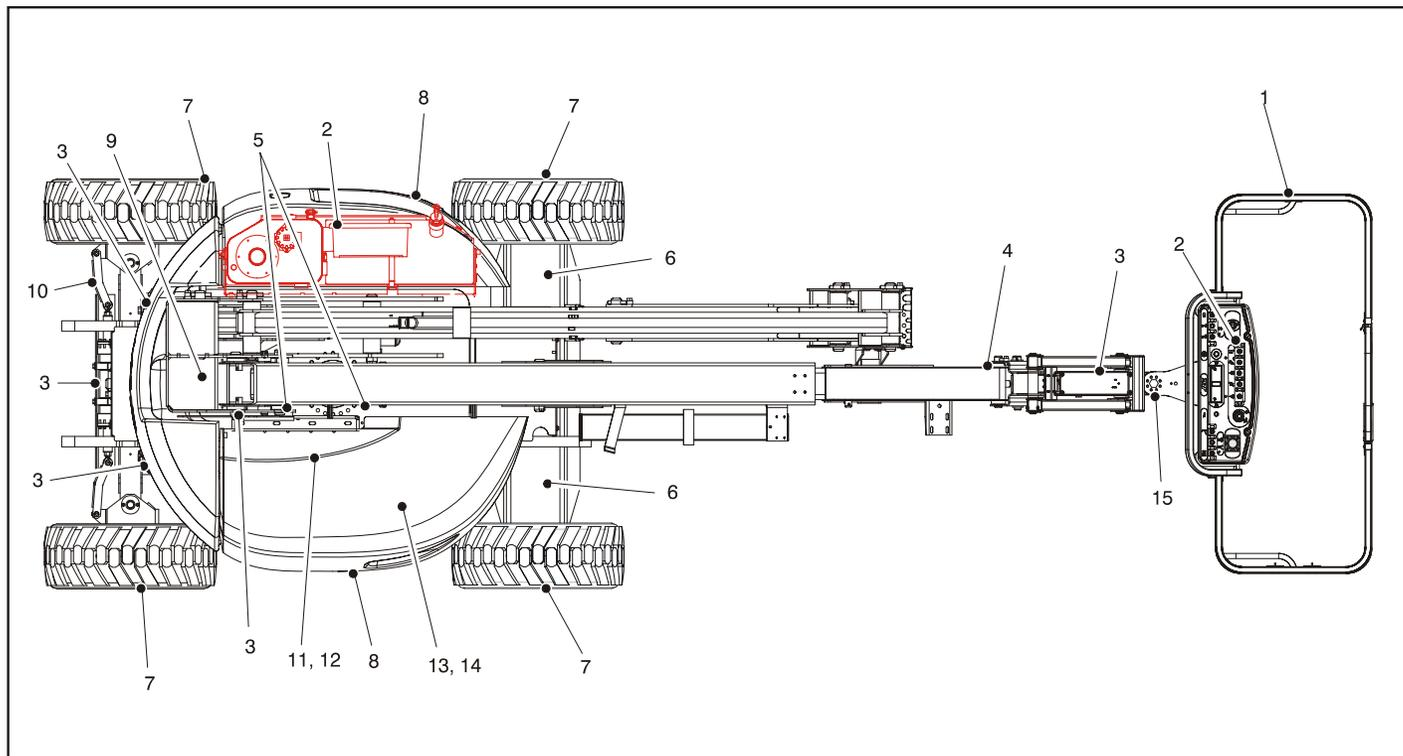

Figura 2-3. Ispezione completa quotidiana - Foglio 1 di 3
4. **Ispezione "completa"** – Consultare la Figura 2-3 e la Figura 2-4.